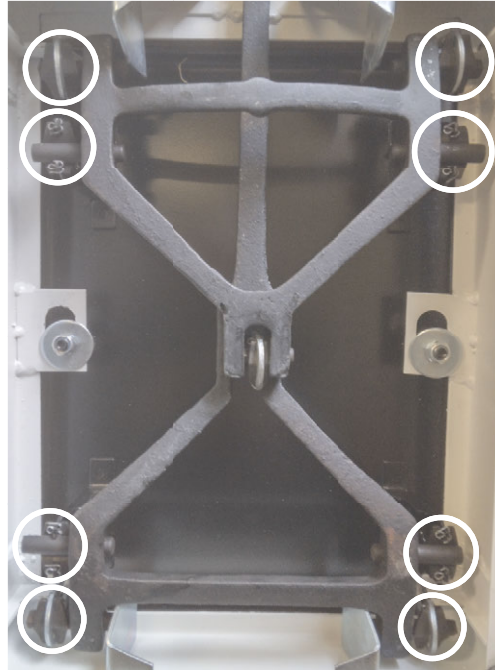

Figura 4-1. Ocho posiciones de pivotes y cojinetes
1. Coloque la báscula de lado para dejar a la vista las posiciones del pivote y los cojinetes situados debajo (consulte la Figura 4-1).